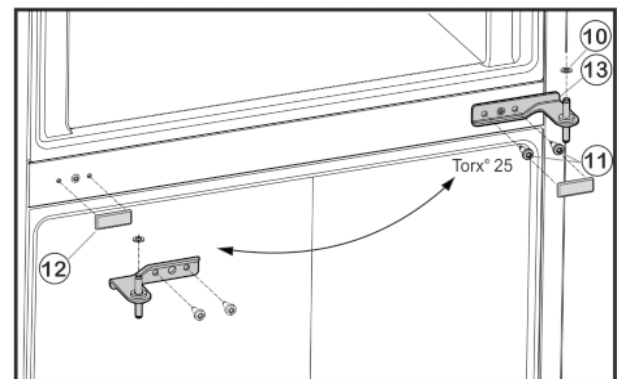

Fig. 6
- ▶ Befestigungsschrauben Fig. 6 (11) abschrauben (2 mal Torx® 25) und Lagerbock Mitte aus der unteren Tür herausziehen.
- ▶ Kunststoffscheibe Fig. 6 (10) abnehmen.
- ▶ Abdeckung Fig. 6 (12) vorsichtig abziehen.
- ▶ Abdeckung Fig. 6 (12) auf der Gegenseite wieder aufsetzen.
- ▶ Lagerbock Mitte Fig. 6 (13) um 180° gedreht in die untere Tür einsetzen und mit Befestigungsschrauben Fig. 6 (11) (2 mal Torx® 25) auf die neue Scharnierseite **fest (mit 4 Nm)** anschrauben.
- ▶ Kunststoffscheibe Fig. 6 (10) wieder aufsetzen.
- ▶ Obere Tür auf den Lagerbock Mitte Fig. 6 (13) setzen.